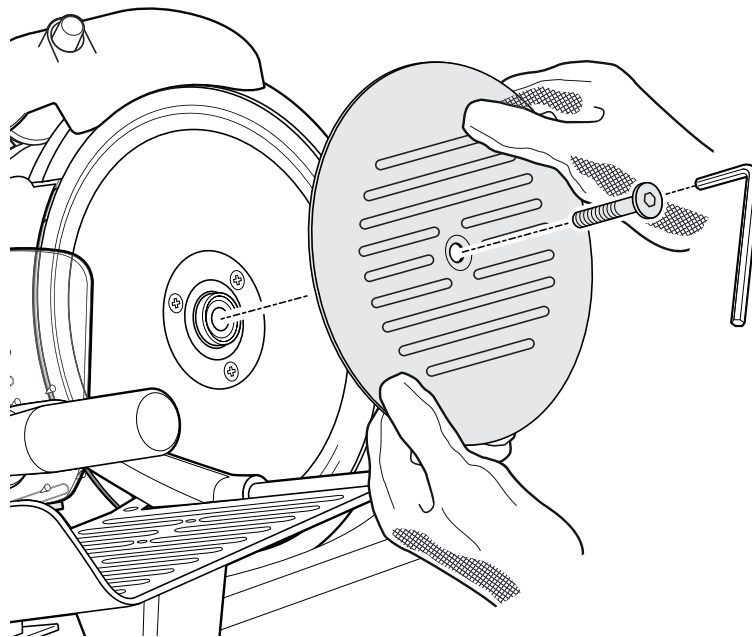

Fig. 7
1. Proceda como se ha descrito en la sección anterior y retire la placa cubrecuchilla (vea la Fig. 7).